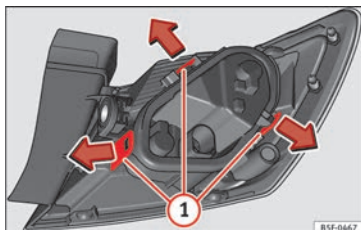

Fig. 219 Lengüetas de fijación en la parte posterior de la unidad de luz trasera.
- Desmonte el portalámparas » **fig. 219** desbloqueando las lengüetas de fijación **1**.